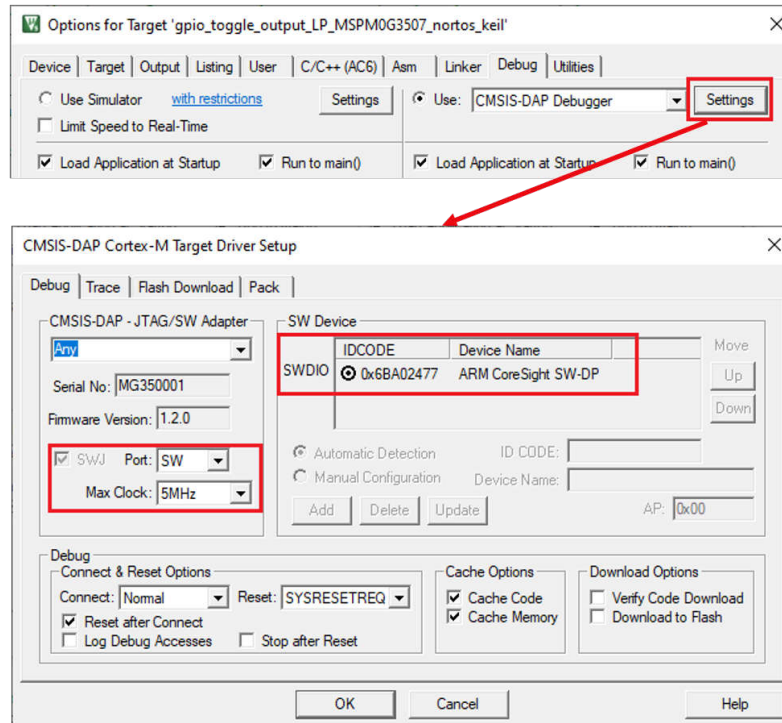
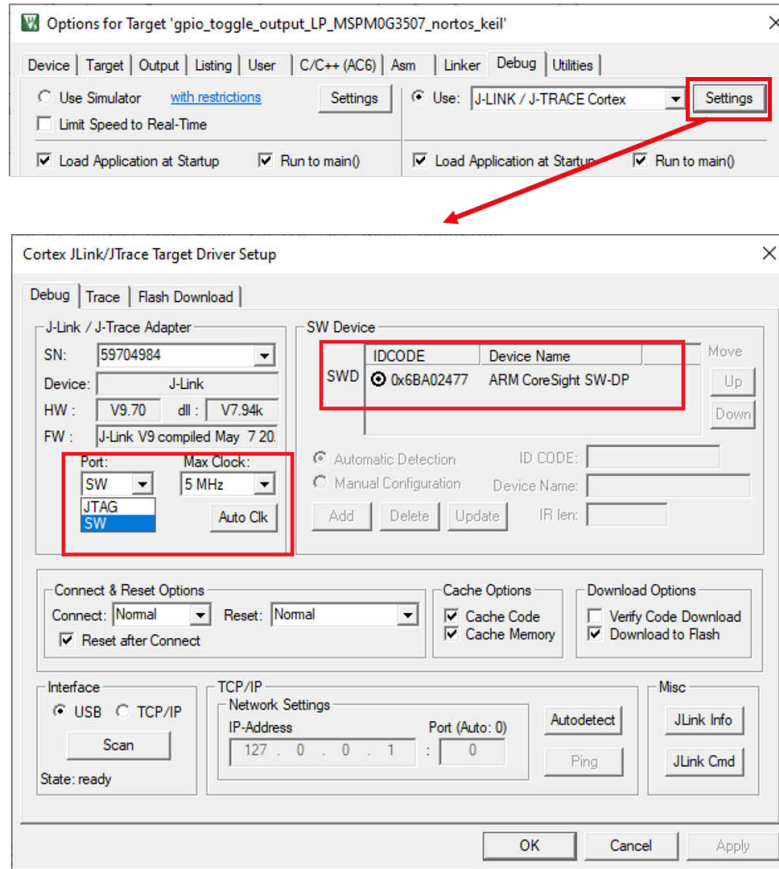

图 3-47. 检查 XDS110 探针的设置
图 3-48. 检查 J-Link 探针的设置
3. 点击 **Settings** 按钮。在 **Debug** 选项卡上，确保设置与图 3-47 和图 3-48 匹配。